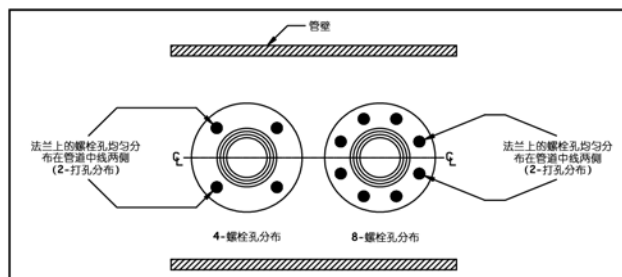

图 5：法兰方向
- 注意按图 5 所示的法兰方向法兰上的螺栓孔应均匀分布在管道中线两侧（2-打孔分布）。